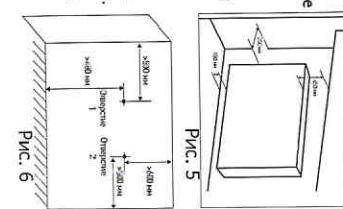

Рис. 5
- 5.4. НАСТЕННАЯ УСТАНОВКА (рис. 5)
- Определите место установки конвекторного обогревателя с соблюдением минимальных расстояний от предметов и пола (рис. 5), электрическая розетка должна находиться ниже устройства, при этом доступ к ней должен быть свободным.